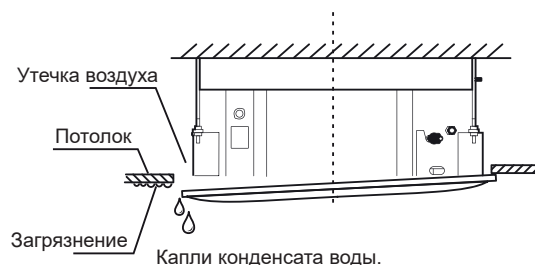

Рисунок 3.17
- Течи воды и воздуха происходят по причине ослабления винтов. См. рисунок 3.17